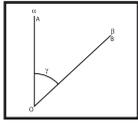

Fig.8
- Pointez le réticule de visée sur le point A - voir Fig. 8.